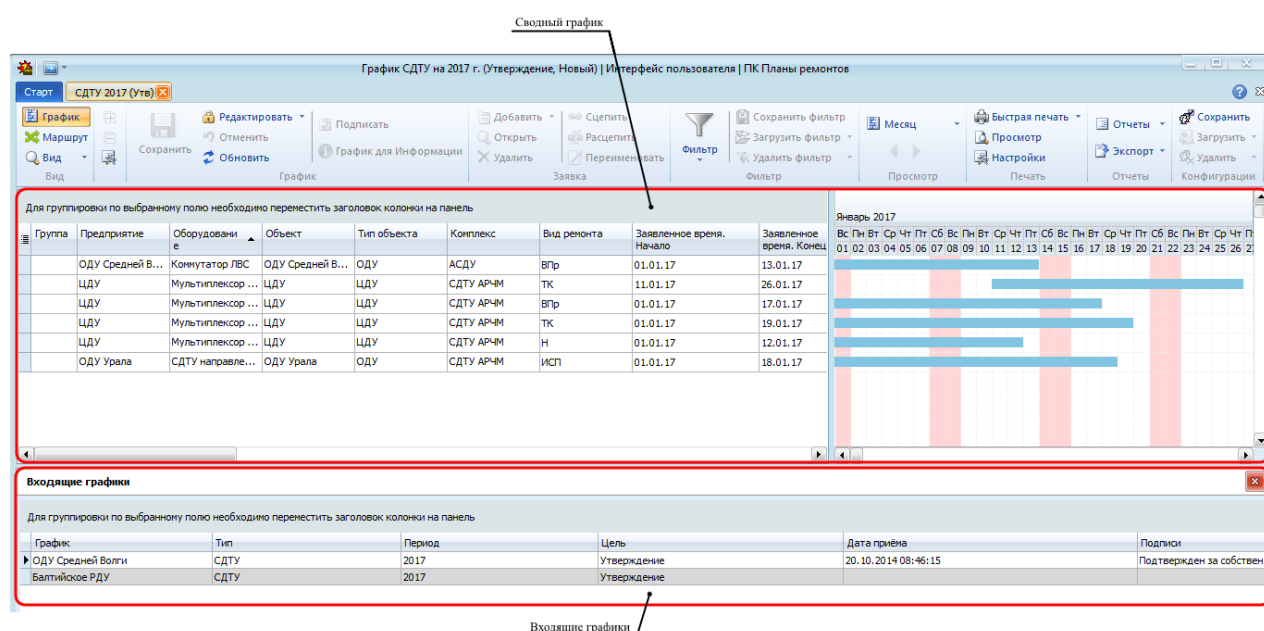

Рисунок 10.36 – Режим просмотра графика «Входящие графики»
- **«Входящие графики»**. Данный режим необходим для просмотра списка входящих графиков для текущего сводного графика (Рисунок 10.36). Включение режима осуществляется выбором пункта «Входящие графики» из раскрывающегося списка по кнопке « Вид» (Рисунок 10.30). Данный режим просмотра недоступен для выбора в графике с типом «Моделирование».